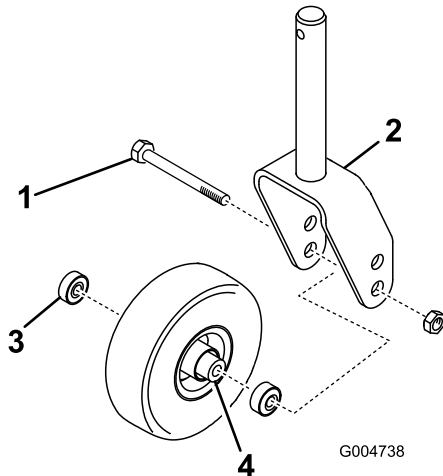

Figure 141
1. Retirez le contre-écrou du boulon qui fixe la roue pivotante entre la fourche ou le bras de pivot (Figure 141).
2. Maintenez la roue pivotante et sortez le boulon de la fourche ou du bras de pivot (Figure 141).
3. Enlevez le roulement du moyeu de la roue et laissez tomber la douille d'écartement à l'extérieur (Figure 141).
4. Enlevez le roulement de l'autre côté du moyeu (Figure 141).